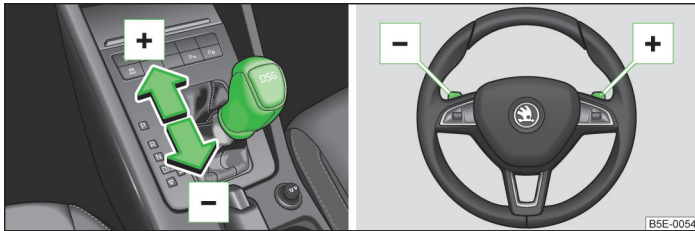

Fig. 124 Levier sélecteur et volant multifonction
- » Donnez une impulsion sur le levier sélecteur vers l'avant **+** » fig. 124.
- » Poussez le bouton à bascule de droite **+** » fig. 124 brièvement en direction du volant.
- » Donnez une impulsion sur le levier sélecteur vers l'arrière **-** » fig. 124.
- » Poussez le bouton à bascule de gauche **-** » fig. 124 brièvement en direction du volant.
» Poussez un des boutons à bascule **+**/**-** brièvement en direction du volant » fig. 124.